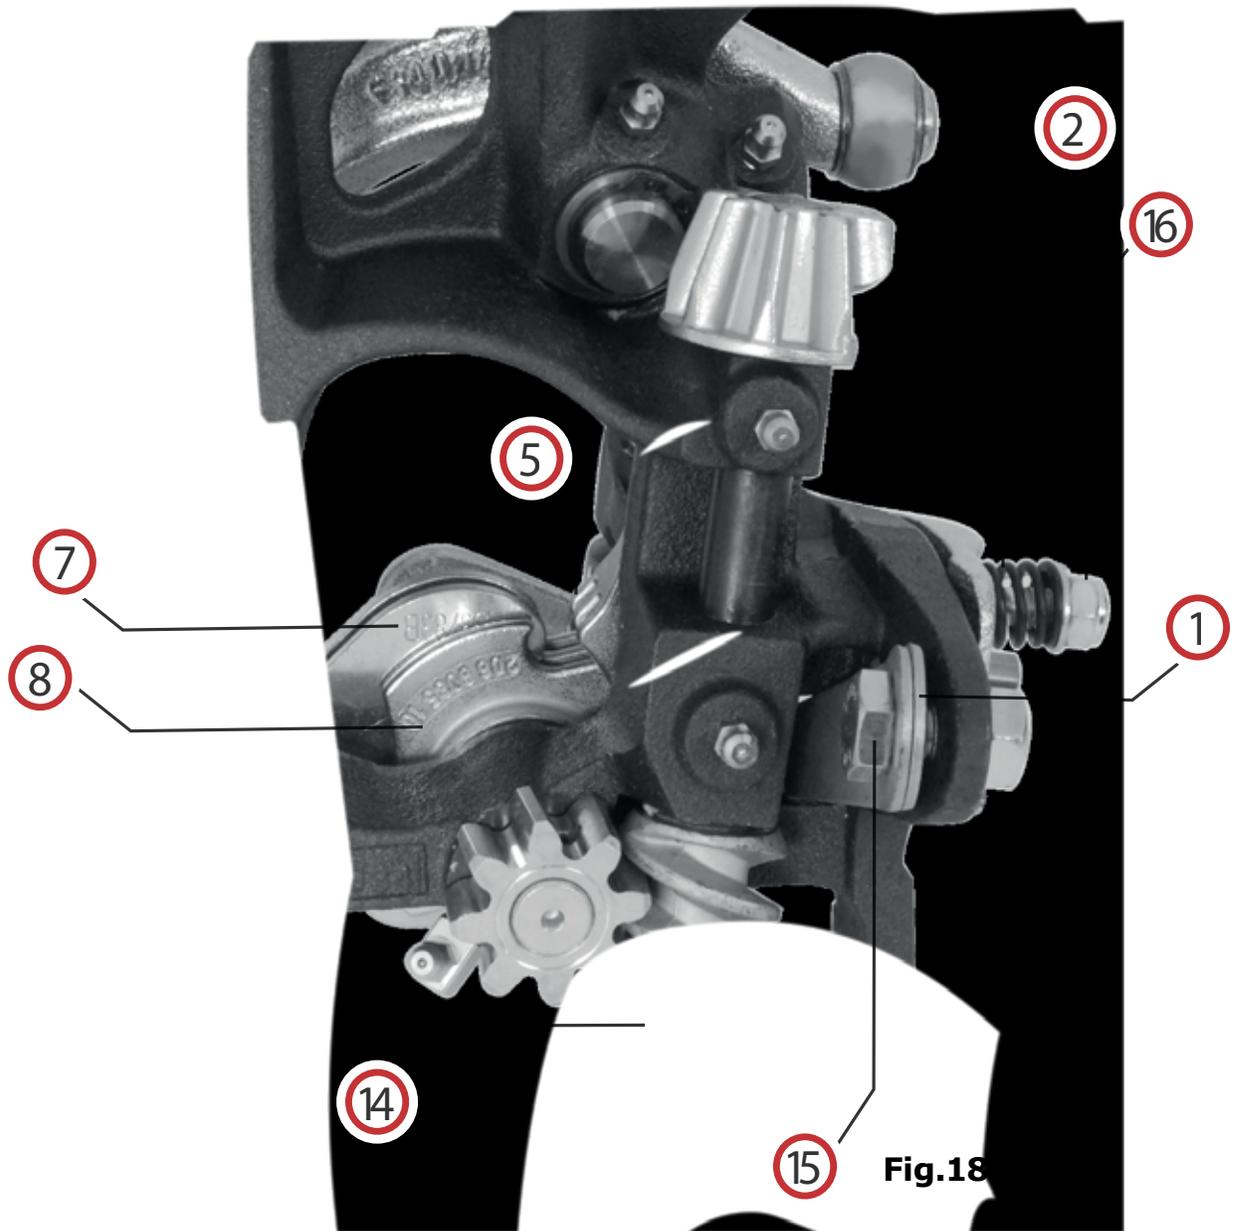

Fig.18
La función del disco de hilo (8) (Fig. 18) es ajustar el hilo para envolver.
La función de la pinza de hilo (5) (Fig. 18) es apretar el hilo durante el ciclo de envoltura.
La función de la pinza de hilo (5) (Fig. 18) es apretar el hilo durante el ciclo de envoltura. Dos resortes (1) mantienen la pinza de hilo y pueden ser regulados por el perno (15) y su contratuerca (16). Su acción retiene el hilo durante la envoltura, junto con una presión adecuada sobre él.